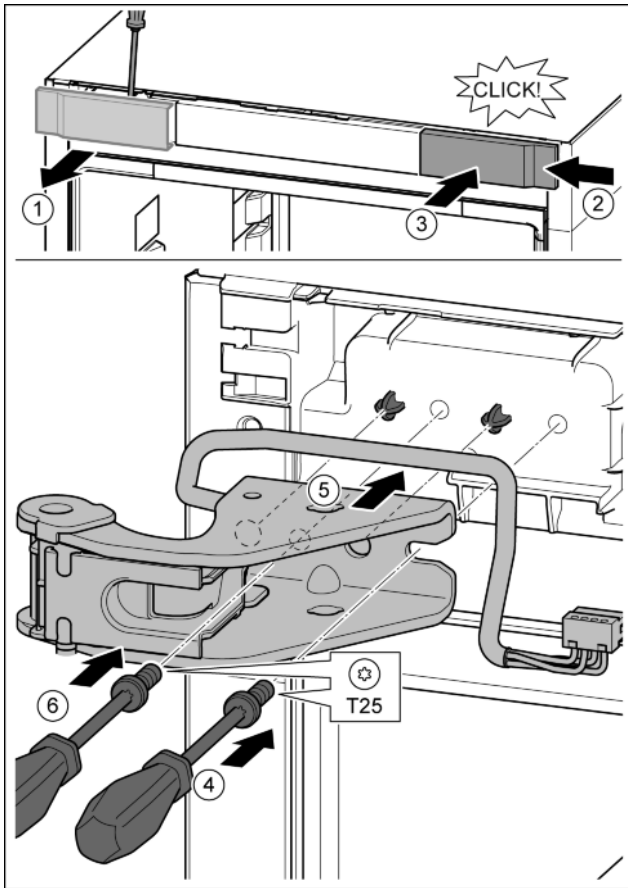

Fig. 27
- ▶ Afdekking met behulp van een schroevendraaier losmaken en zijdelings eraf halen. Fig. 27 (1)
- ▶ Afdekking 180° gedraaid op de andere kant van rechts aanbrengen. Fig. 27 (2)
- ▶ Afdekking vastklikken. Fig. 27 (3)
- ▶ Schroef met schroevendraaier T25 aandraaien. Fig. 27 (4)
- ▶ Bovenste lagerbus plaatsen. Fig. 27 (5)
- ▶ Schroef vastdraaien. Fig. 27 (4)
- ▶ Schroef met schroevendraaier T25 aanbrengen en vastdraaien. Fig. 27 (6)